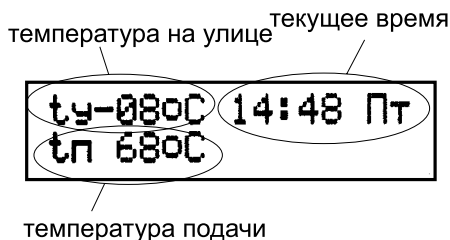

Рис.3.2. Основной экран.
Рис.3.2. На этот экран всегда возвращается индикация, если в течение 30с не нажималась ни одна клавиша. Время и день недели можно подстроить. Для этого необходимо нажать кнопку “выбор” (16), при этом заморгает значение часов. Кнопками “больше” (15) или “меньше” (14) можно подстроить требуемое